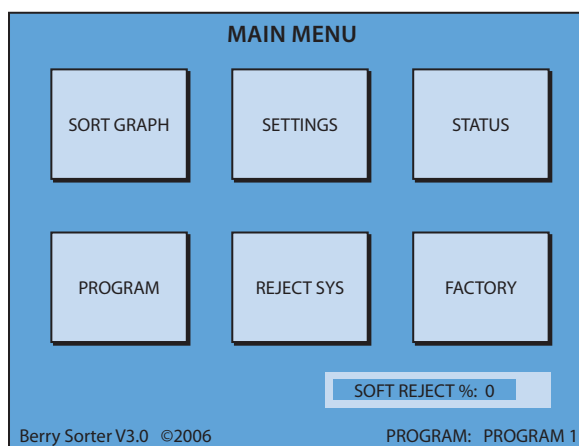
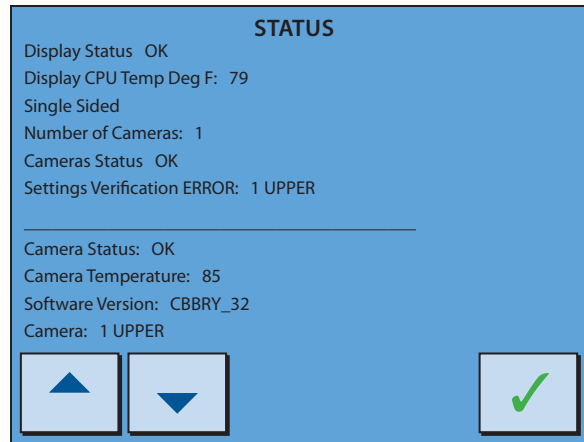
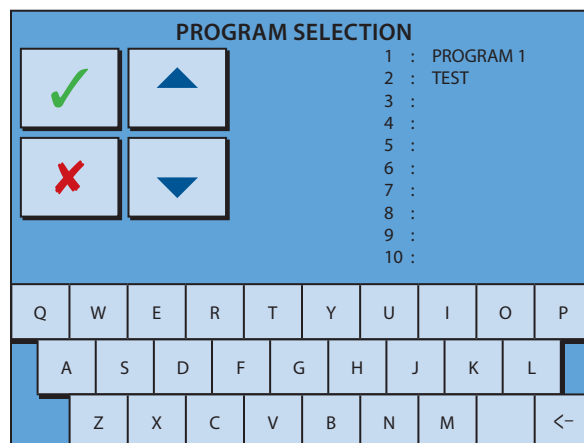

Figura 1.0
Figura 2.0
Figura 3.0
El menú principal (figura 1.0) provee acceso a todos los subsistemas que se muestran a continuación, excepto la función **FACTORY** que es sólo para el uso de un técnico especializado de BerryTek.
Al presionar la tecla **STATUS** entre las opciones del menú principal (*figura 1.0*) se despliega la información de la *figura 2.0*. Esta pantalla entrega información vital respecto al estado de los componentes electrónicos y computadores del sistema. En un selector de 32 pulgadas con dos tubos ópticos (selector de doble vista) es posible comprobar el estado de funcionamiento de cada una de las 8 cámaras. Para esta operación, se debe seleccionar la cámara a revisar con las flechas arriba/abajo, y debe aparecer en la pantalla: **Camera Status OK**.
Si ocurre un **ERROR** (como se demuestra en la *figura 2.0*):
2. Desde el menú principal oprima **PROGRAM** (*figura 1.0*). En esta pantalla, presione en el lado superior izquierdo el botón con el check verde (✓) (*figura 3.0*) para reiniciar los parámetros del selector. Automáticamente el equipo mostrará una pantalla verde que indica que la reiniciación fue exitosa
Para acceder a esta pantalla presione **PROGRAM** desde la *figura 1.0*.
La selección de programas (*figura 3.0*) permite al usuario grabar diferentes parámetros de selección y cambiar rápidamente el programa según las condiciones del fruto.